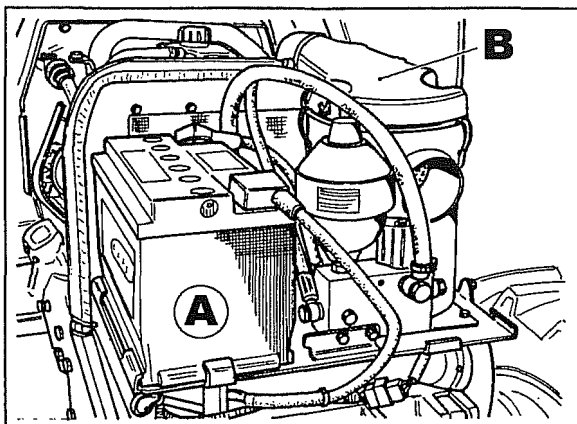

Fig. 5
3. Desmontar el capó, quitar la batería A fig. 5 y desconectar el difusor B del filtro aire.